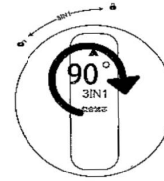

Figure 5
3. Drücken Sie vorsichtig auf das Filterelement und drehen Sie es um 90° im Uhrzeigersinn. Stellen Sie sicher, dass das Dreieckssymbol oben auf dem Filterelement auf das Symbol (Abbildung 5).